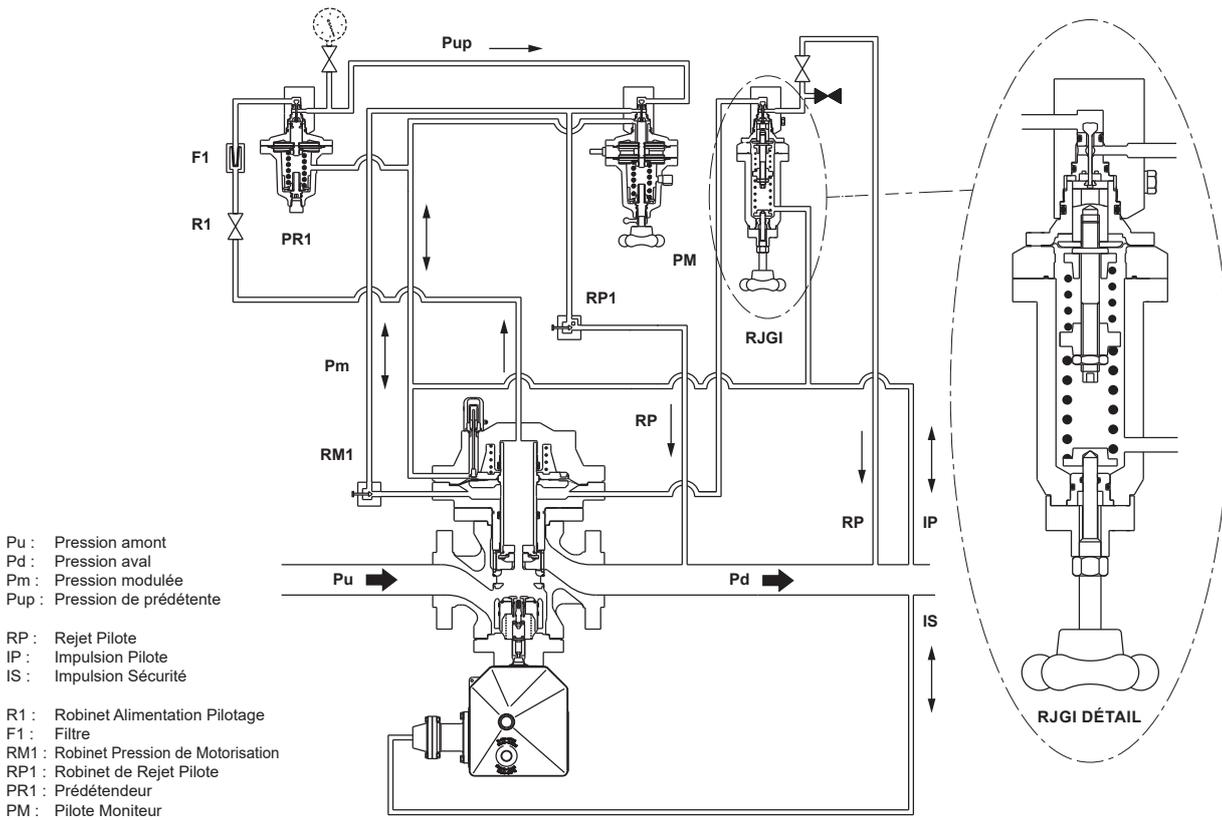

Figure 2. Schéma de Principe - Régulateur EZH OS2, DN 25 - 50 - 80 avec 114DA, 114MD et RJI
RJGI (Accélérateur) Figure 2
- par Admission (Figures 2, 5, 6, 7, 8)